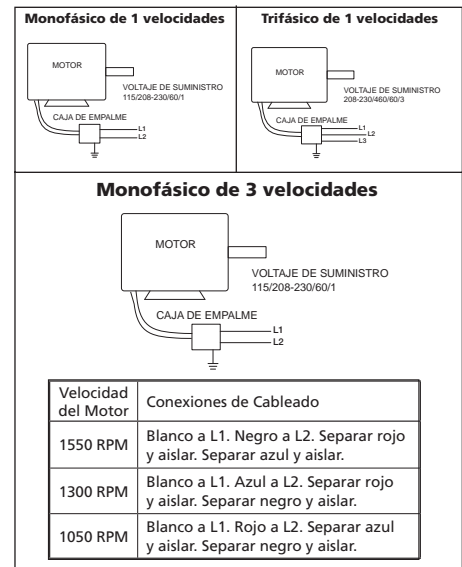

Figura 3 — Diagrama de Cableado Típico Funcionamiento
- Monte y conecte el interruptor de desconexión segura que se encuentra debajo de la cubierta del ventilador y conecte el motor según el diagrama de cableado de conexión del motor. Consulte la Figura 3 en la sección Conexión eléctrica. Conecte los interruptores de control a nivel del suelo.
NOTA: Consulte la Figura 3 para conocer el diagrama de cableado de conexión.